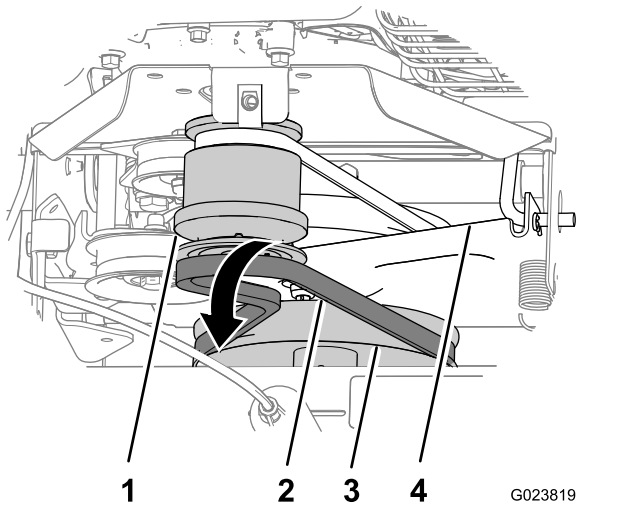

Bild 40
- Schieben Sie den Riemen nach vorne über die vordere Rille der Motorriemenscheibe (Bild 40).
- Schieben Sie den Riemen von der Riemenscheibe des Kehrbürstengetriebes, schieben Sie den Riemen nach hinten zwischen der Riemenscheibe und der Fahrantriebshalterung, und nehmen Sie den Riemen von der Maschine (Bild 40).
- Fluchten Sie den Ersatzriemen zwischen der Riemenscheibe und der Fahrantriebshalterung aus (Bild 40).
- Schieben Sie den Riemen auf die Rille unten an der Riemenscheibe des Kehrbürstengetriebes (Bild 40).
- Schieben Sie den Riemen über die vordere Rille der Motorriemenscheibe (Bild 40).